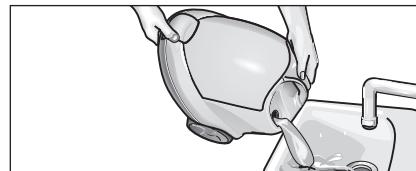

Fig.13: Enxaguar a caldeira
- Encha a caldeira com água e agite-a com força (para soltar os resíduos de calcário que se tenham depositado no fundo da caldeira). A seguir despeje a água, inclinando o aparelho para o canto com a tremonha de enchimento (ver fig. 13).
- Despeje totalmente a água residual da caldeira (ver fig. 13).